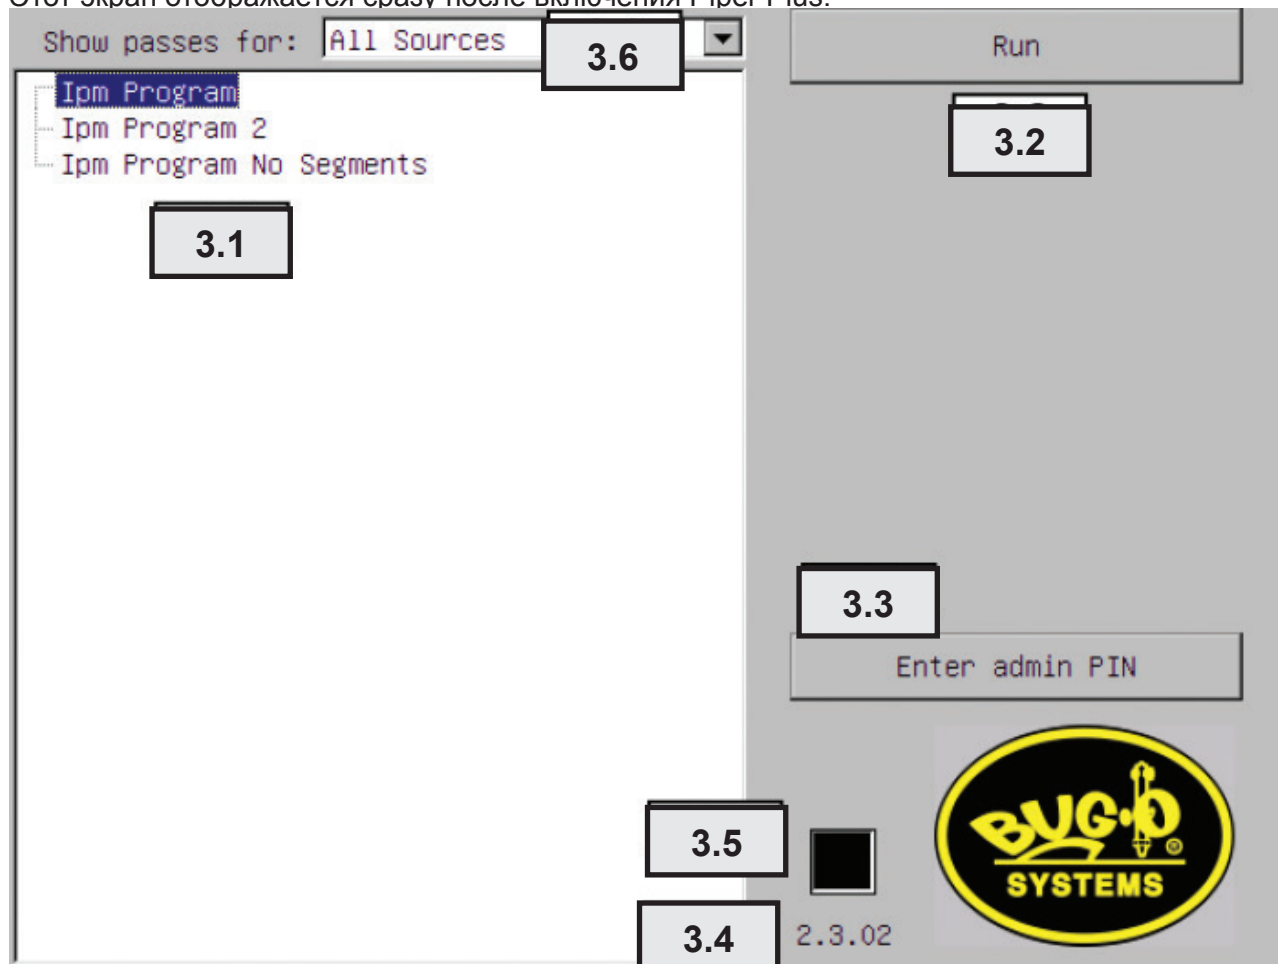

Рис. 3.1 – Main Screen
- 3.1.12 Отключить администратор** - При нажатии на эту кнопку выключится функция администрирования и произойдет возвращение к главному экрану. См. рисунок 3.1.
- 4.5 Папка** – Здесь отображается название текущей папки, которая была выбрана из меню основного экрана. Смотри рисунок 3.1.